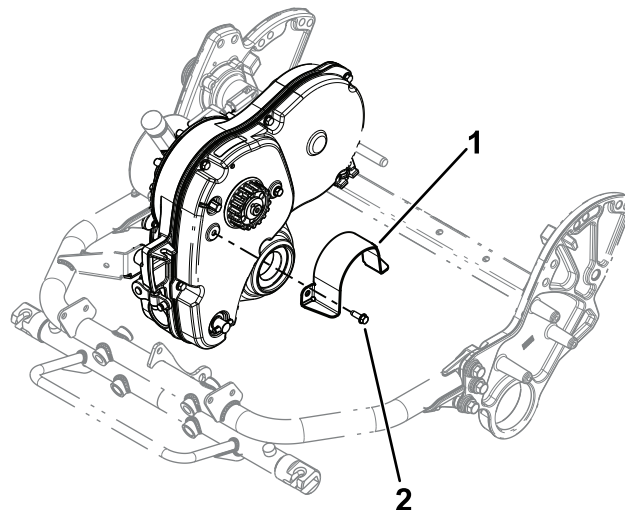

Bild 1
6. Entfernen Sie den vorhandenen Kupplungsschutz von der Getriebeabdeckung (Bild 1).